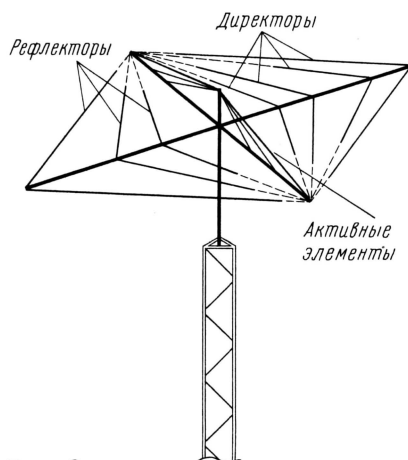

Рис. 2
**Введение.** «Спайдер» («Паук») — это полноразмерная трехдиапазонная, очень легкая антенна, построенная из стеклопластиковых удочек и проволоки. Полный вес антенны около 5,5 кг делает ее идеальной подходящей для использования в полевых условиях. Фотография антенны, поднятой на десятиметровой алюминиевой мачте, показана на **рис. 1**. Для антенны годятся любые легкие телескопические мачты и поворотные устройства от телевизионных антенн. Ветровые нагрузки на антенну невелики. Она легко собирается и устанавливается одним человеком. Габарит сложной и упакованной антенны не превосходит 1,2 м. Упрощенный (директоры и рефлекторы в одной плоскости) эскиз ее конструкции представлен на **рис. 2**.